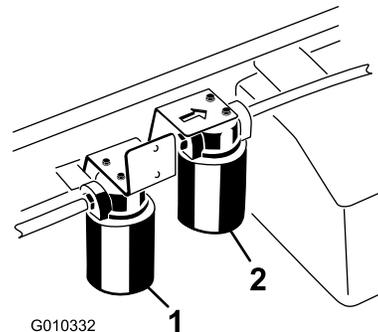

Figura 75
3. Coloque un recipiente debajo del filtro y retire el filtro (Figura 75).
1. Limpie la zona de montaje del filtro hidráulico de alto caudal (Figura 75).